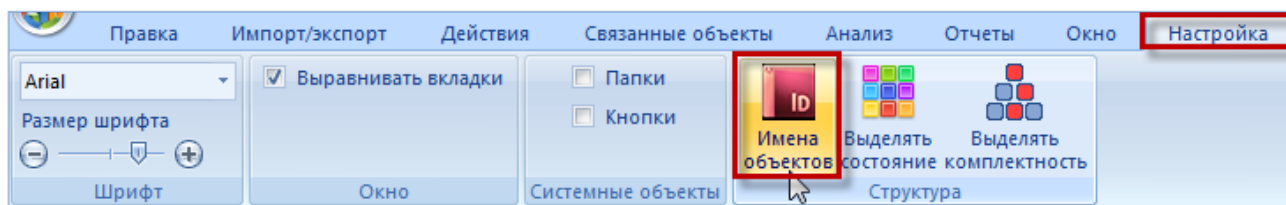
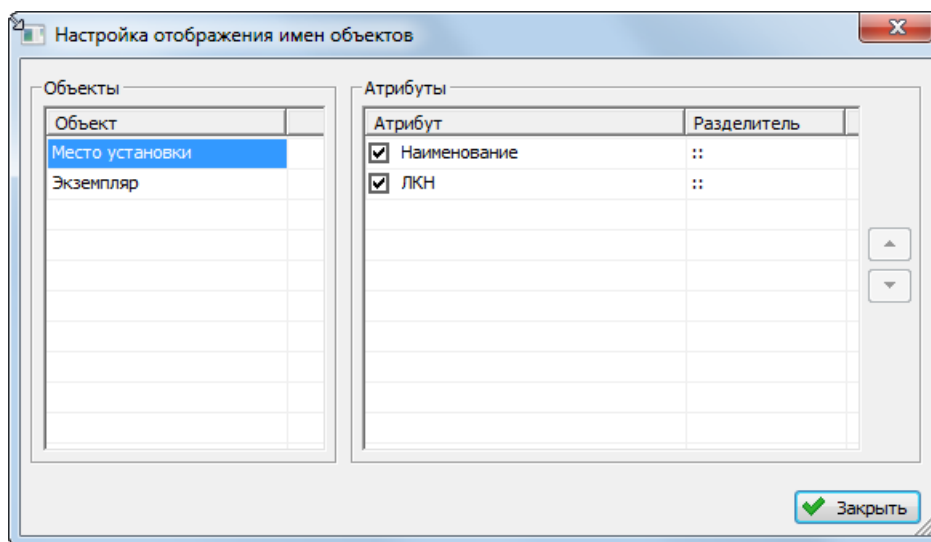
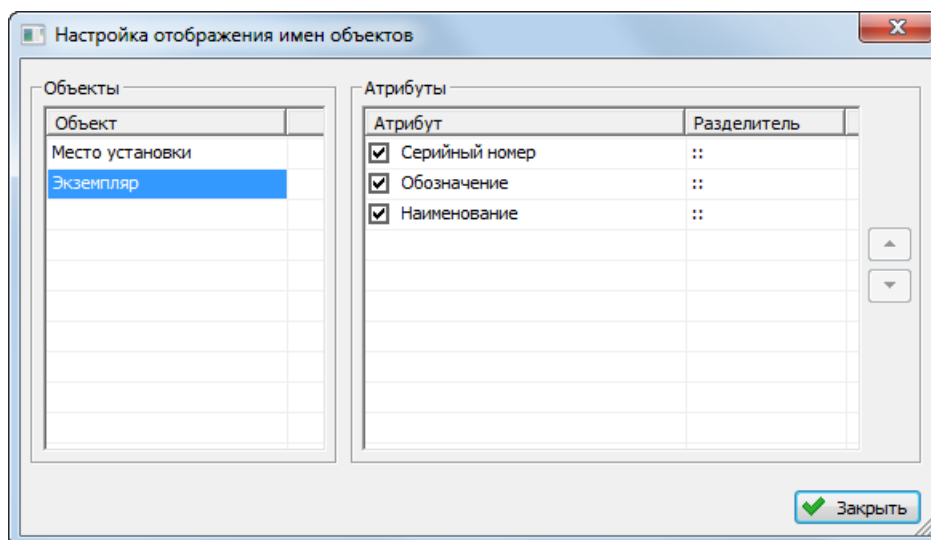

Рис. 20-3 – Кнопка «Имена объектов» вкладки «Настройка»
Рис. 20-4 – Настройка отображения имен объектов для места установки
Рис. 20-5 – Настройка отображения имен экземпляров
2) Выбрать функциональную вкладку «Настройка», затем на панели «Структура» нажать кнопку «Имена объектов» (рис. 20-3). При этом откроется окно «Настройка отображения имен объектов» (рис. 20-4 и рис. 20-5).